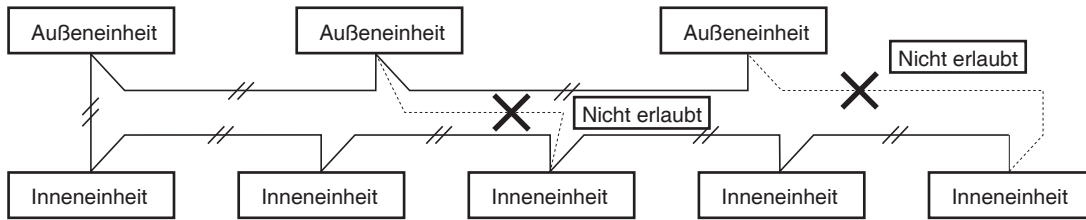

Abb. 4-1
- (1) Wenn Außeneinheiten innerhalb eines Netzwerks verbunden werden sollen (S-net-Verknüpfungssystem) muss die am Kurzschlussstecker (CN003, 2P schwarz; Position: untere rechte Ecke der Außeneinheit-Hauptleiterplatte) befindliche Klemme von allen Außeneinheiten abgeklemmt werden, mit Ausnahme einer beliebigen Außeneinheit. (Bei Versand: kurzgeschlossen) Bei Nichtbeachtung ist eine Kommunikation innerhalb des S-net-Verknüpfungssystems nicht möglich. An Systemen ohne Verknüpfung (keine Kabelverbindung zwischen den Außeneinheiten) darf der Kurzschlussstecker nicht entfernt werden.
- (2) Das Geräteverbindungskabel für die Steuerung darf nicht so angeschlossen werden, dass eine Schleife gebildet wird (Abb. 4-1).